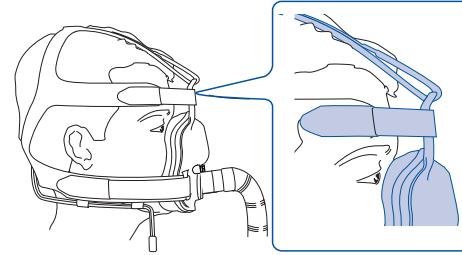

Figura: 6
- 6 A máscara, após ter sido colocada, deverá ter este aspecto (Fig. 6):